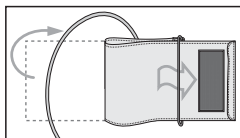

Рис. 5
1. Продерните край манжеты примерно на 5 см в металлическое кольцо, как показано на рисунке (рис. 5).